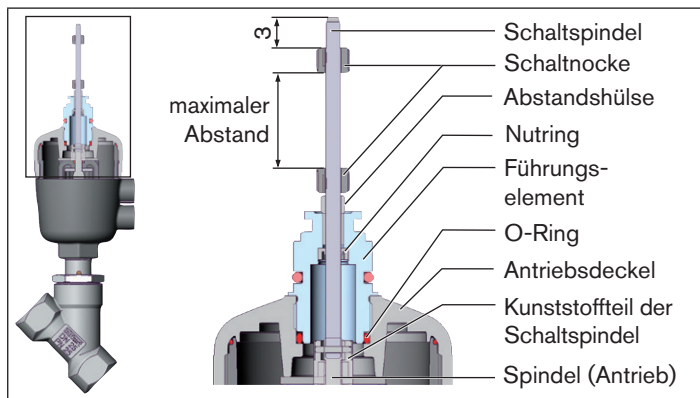

Bild 11: Montage der Schaltspindel (2), Reihe 20xx
- Den O-Ring nach unten in den Deckel des Antriebs drücken (siehe „Bild 11“).
! Sicherstellen, dass der Abstand zwischen den beiden Schaltnocken maximal ist (siehe „Bild 11“).